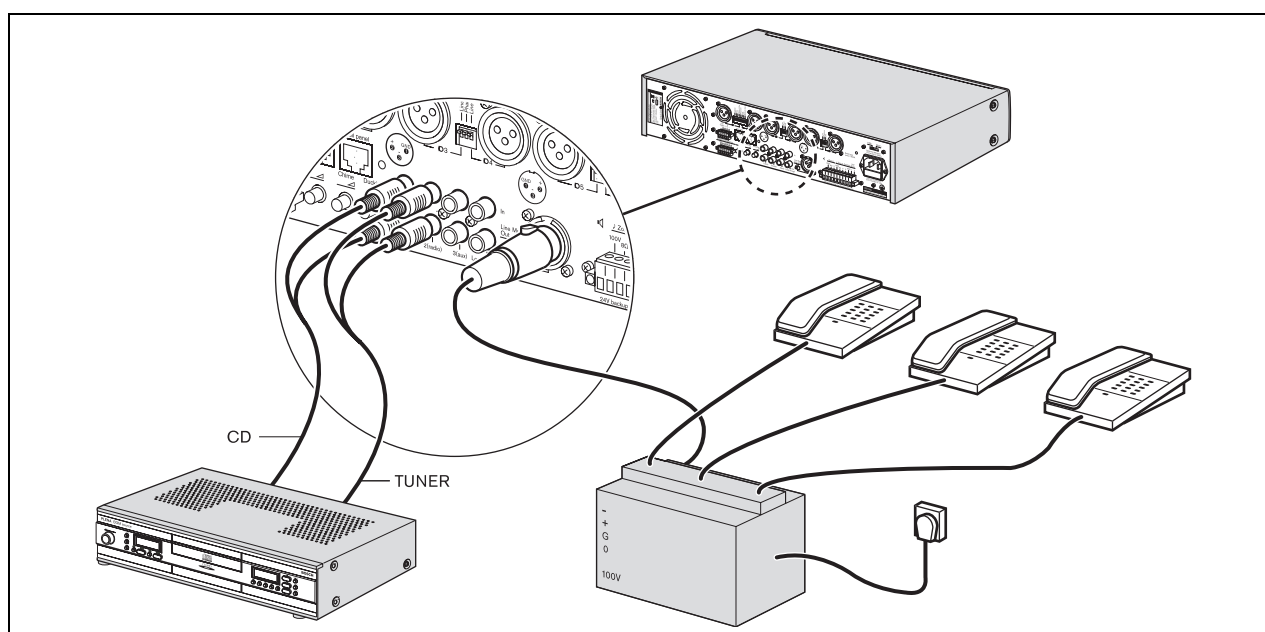

Abbildung 4.9: Anschluss der Musikquelleneingänge
Verwenden Sie die Musik-Master-Ausgangsverbindung (24), um eine fest zugeordnete Musikausgangsquelle für ein anderes Audiogerät zu haben. Der Musik-Master-Ausgang kann beispielsweise mit einem Telefonkoppler verbunden werden, so dass Anrufer Musik hören, wenn sie sich in der Warteschleife befinden (siehe Abbildung 4.9).
Verwenden Sie den Buchseneinsatz Vorausgang, Verstärkereingang (22) zum Anschließen von externen Soundbearbeitungsausrüstungen (z.B. eines Equalizers oder eines Plena Rückkopplungsunterdrückers) zwischen den Vorverstärker- und Leistungsverstärkerstufen. Siehe Abbildung 4.9.